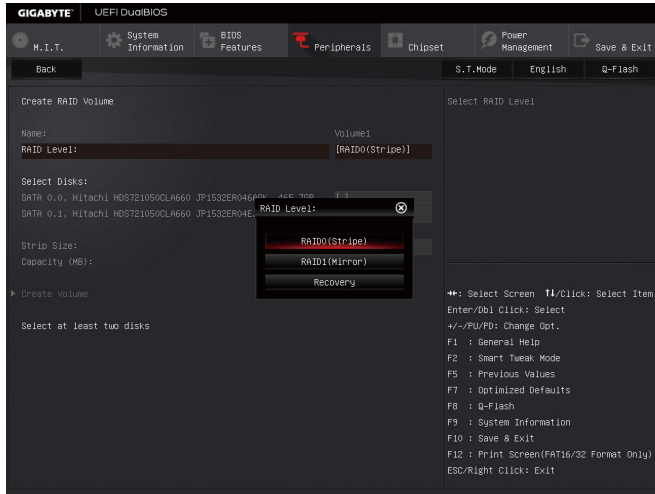

图4
在「Intel(R) Rapid Storage Technology」画面时,请在「Create RAID Volume」选项按<Enter>键,进入「Create RAID Volume」画面,首先在「Name」选项自订磁盘阵列名称,字数最多可至16个字母但不能有特殊字符,设定好后按<Enter>键。接着使用下键移动到「RAID Level」选项选择要制作的RAID模式(图4)。RAID模式选项有:RAID 0(Stripe)、RAID 1(Mirror)、Recovery、RAID 10及RAID 5(可选择的RAID模式会依据所安装的硬盘总数而定)。选择好RAID模式后,再按下键移动到「Select Disks」选项。